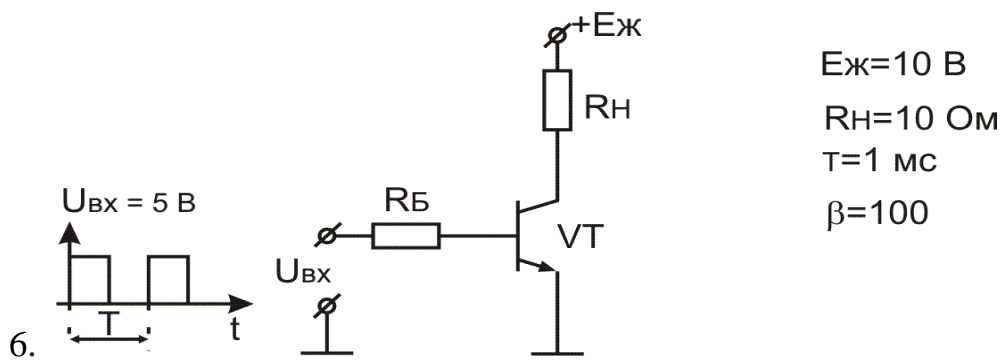

Рисунок 3.1
1. Розрахувати опір бази силового ключа R_B на біполярному транзисторі (рисунок 3.1).